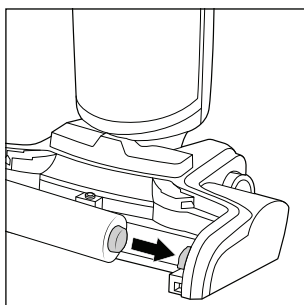

Fig. 39
- ◆ Volte a montar o rolo de escova **6** e a proteção contra salpicos **7** no aparelho, colocando o rolo de escova **6** primeiro na fixação do lado direito do pé **3** (ver fig. 39).